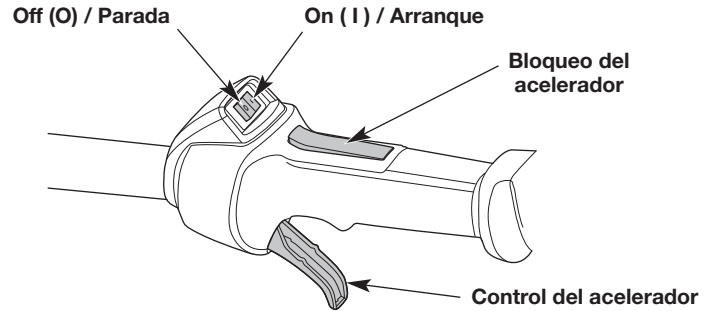
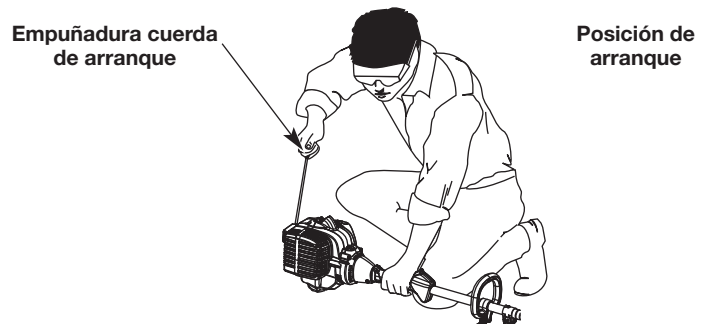

Fig. 6
Fig. 9
ADVERTENCIA: Se debe evitar arrancar accidentalmente la unidad. A fin de evitar que se produzcan lesiones graves, el operador y la unidad deben estar en una posición estable cuando se jala la cuerda de arranque (Fig. 9).
NOTA: No es necesario encender la unidad. El interruptor de encendido/apagado está en la posición ON (I) (encendido) en todo momento (Fig. 6).
5. Agacharse en la posición de arranque (Fig. 9).
6. **NO** apriete el control del acelerador (Fig. 6). Tire de la cuerda de arranque con un movimiento controlado y firme hasta que arranque la unidad (Fig. 9).
7. Funcione en vacío el motor durante 5 a 10 segundos. Si la unidad se detiene durante ese período, oprima el bloqueo del acelerador, apriete el control del acelerador y tire de la cuerda de arranque con un movimiento controlado y firme hasta que la unidad se ponga en marcha (Fig. 9).
8. Oprima el bloqueo del acelerador y apriete el control del acelerador (Fig. 6). Deje que el motor se caliente durante 30 a 60 segundos.
2. Oprima y mantenga apretado el interruptor de encendido/apagado en la posición OFF (O) (apagado) hasta que el motor se pare por completo (Fig. 6).
7. **NO** apriete el control del acelerador (Fig. 6). Haga funcionar el accesorio de arranque eléctrico en intervalos de no más de 2 segundos cada vez hasta que arranque la unidad.
8. Funcione en vacío el motor durante 5 a 10 segundos. Si la unidad se detiene durante ese período, oprima el bloqueo del acelerador, apriete el control del acelerador y accione el accesorio de arranque eléctrico en intervalos de no más de 2 segundos cada uno hasta que la unidad se ponga en marcha (Fig. 6).
10. Oprima el bloqueo del acelerador y apriete el control del acelerador (Fig. 6). Deje que el motor se caliente durante 30 a 60 segundos.